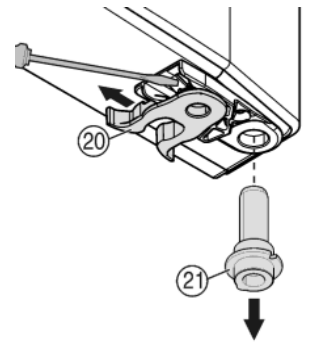

Fig. 8
- ▶ Přemístěte pružinovou svorku Fig. 8 (20): Stiskněte nos zarážky, přes ni stáhněte pružinovou svorku.
- ▶ Vytáhněte ložiskový čep Fig. 8 (21) z dveřní objímky a nasadte spolu s podložkou na protější stranu. Nos zarážky musí ukazovat k vnitřní straně dveří, zářez k vnější straně.
- ▶ Nasadte dveře dole a ložiskový čep Fig. 8 (21) do stojanu ložiska. Příp. ložiskovým čepem otáčejte tak, aby mohl zaskočit do západky.